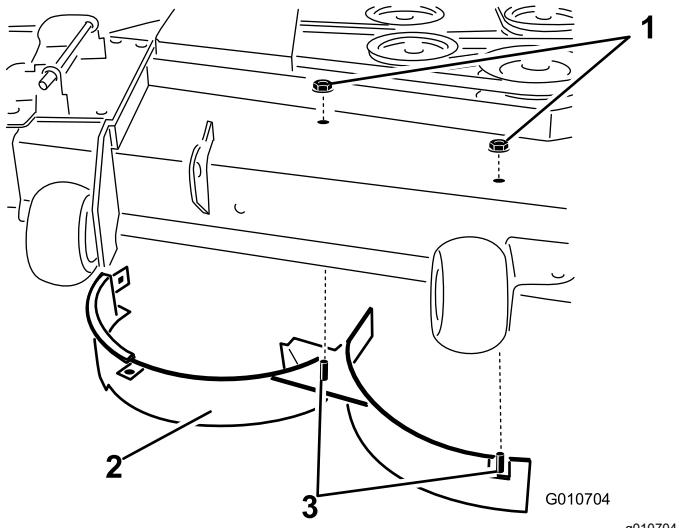

Figura 19
11. Rimuovete i 2 dadi di bloccaggio (5/16") che fissano i perni saldati del deflettore destro in posizione centrale e destra, sulla parte superiore del piatto di taglio (Figura 19).
12. Rimuovete il bullone a testa tonda e il dado di bloccaggio fissati sul deflettore destro sulla parte superiore del piatto di taglio e rimuovete il deflettore destro dal piatto di taglio (Figura 19).